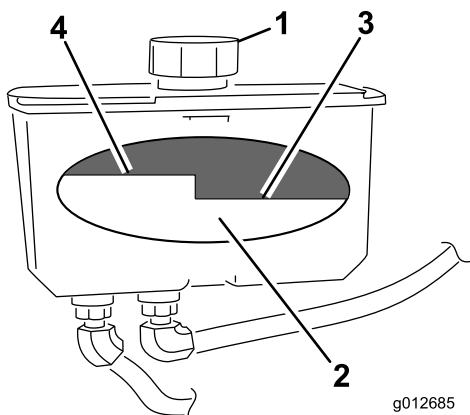

Figura 74
4. Limpe a zona em torno da tampa e do tubo de enchimento do depósito hidráulico (Figura 74).
5. Retire a tampa do tubo de enchimento. Observe o interior para verificar o nível de óleo no reservatório. (Figura 74).
- Nota:** O nível do fluido deve ficar até ao cimo do nível quente do abafador, quando o fluido está quente (Figura 74).